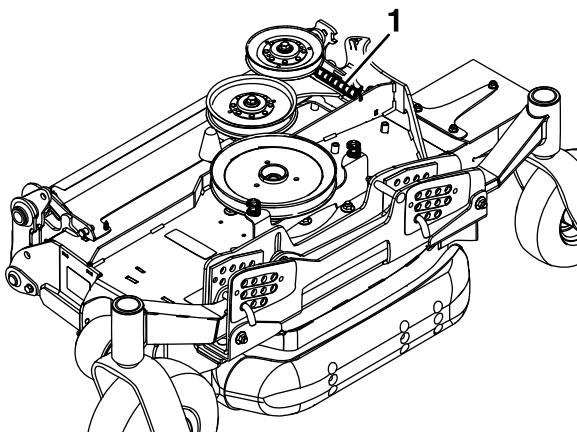

Рисунок 87
23. Для облегчения установки секций боковых дек аккуратно снимите открытый конец пружины, который оказывает давление на заднюю часть крышки боковой деки (Рисунок 87).